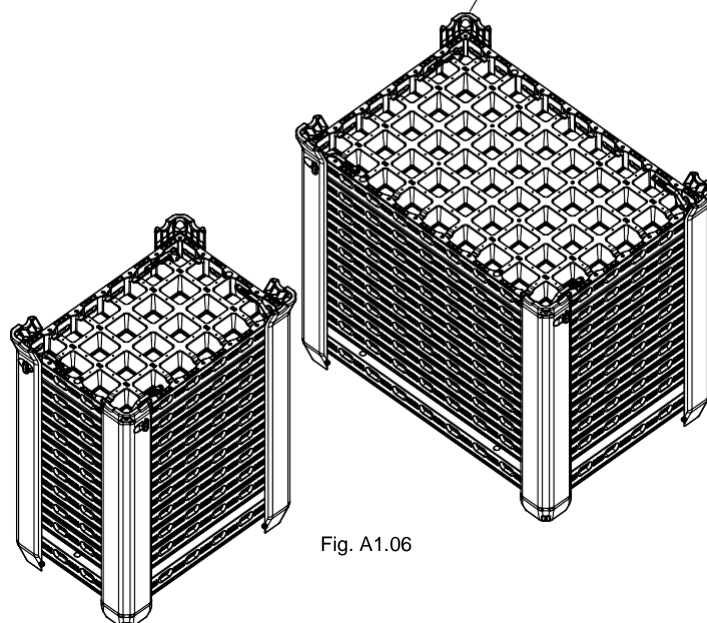

Fig. A1.06
- При използване на конзоли за палетиране (1), поставете горния елемент с решетката нагоре.
- Подсигурете най-горния елемент към всяка конзола с DUO съединител (21).
- (Fig. A1.06 + A1.06a) виж A3, DUO съединители.